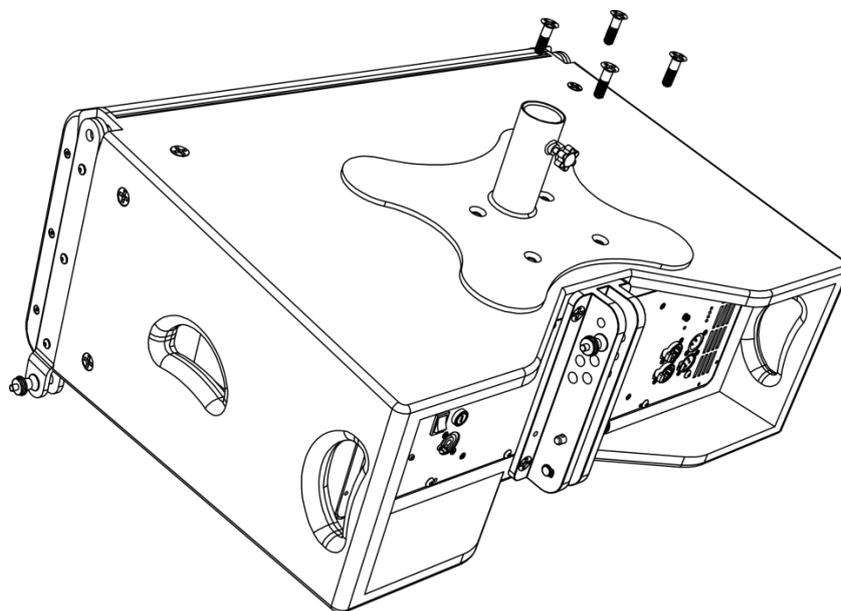
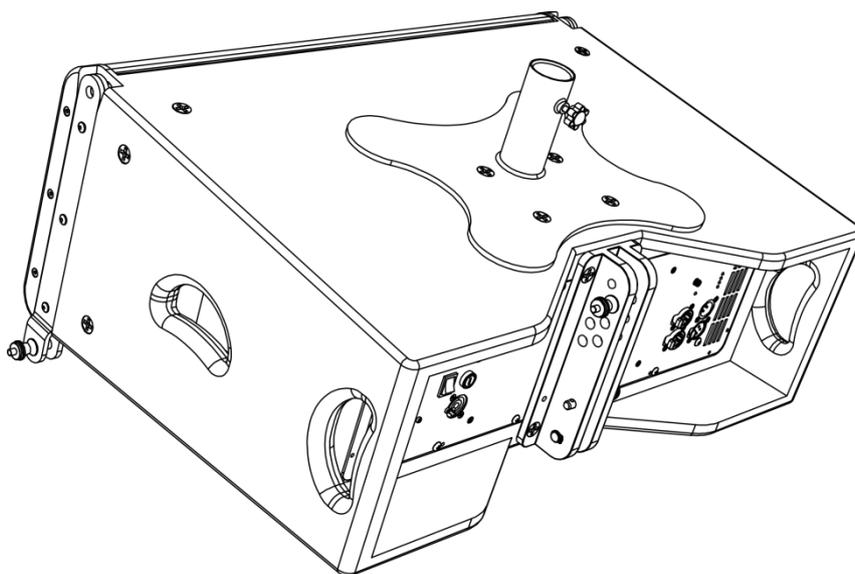

Fig. 02
Fig. 03
01) Montare il dispositivo PM-01 sul proprio altoparlante Odin T-8A, servendosi delle viti dedicate (fig. 02 e fig. 03).